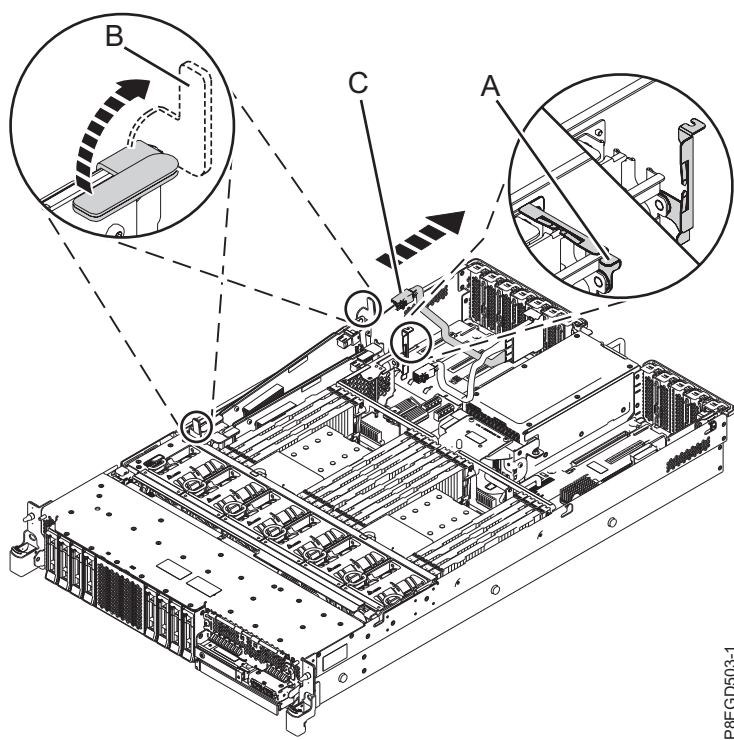

Figura 3. Desligar o cabo SAS posterior do adaptador interno SAS RAID na localização da ranhura P1-C14
- e. Prima a patilha azul no suporte de retenção de cabos (A) para o adaptador interno SAS RAID na ranhura P1-C14, conforme demonstrado em Figura 3 na página 6.
- f. Levante os puxadores azuis (B) no adaptador interno SAS RAID na direcção que é demonstrada em Figura 3 na página 6.
- g. Utilizando os puxadores azuis no adaptador interno SAS RAID, levante o adaptador o suficiente para desligar o cabo SAS posterior (C) do adaptador interno SAS RAID. Consulte Figura 3 na página 6.